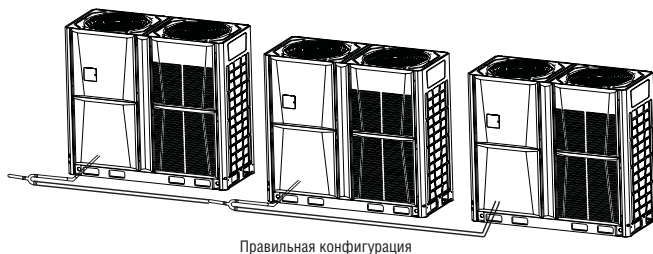
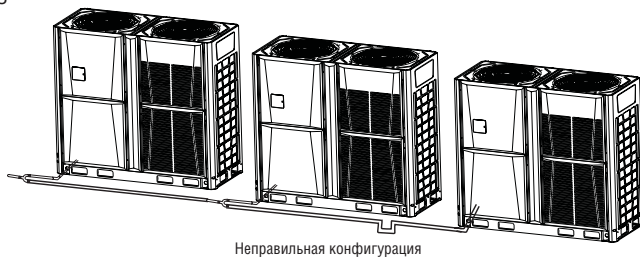

Рис. 4.6
Рис. 4.8
- 1) Трубы для наружных блоков должны быть расположены горизонтально (рис. 4.6 и 4.7), также не допускается провисание в средней части, как показано на рис. 4.8.